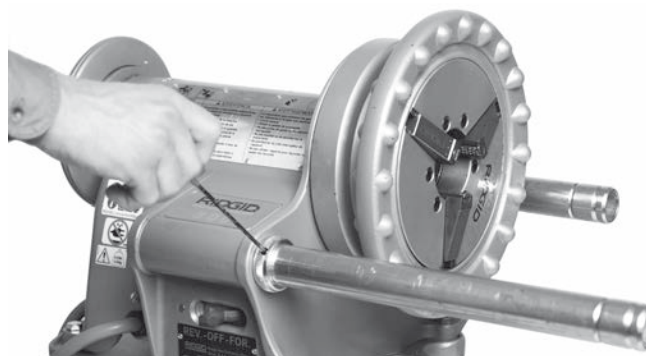

Figura 8 – Localização dos parafuso de fixação
1. Estenda as barras de suporte totalmente para a frente. Empurre os anéis de retenção para trás até ficarem encostados ao corpo do propulsor 300 Power Drive. Aperte os parafusos de fixação nos anéis de retenção com uma chave sextavada $\frac{1}{8}$ " (*figura 8*).